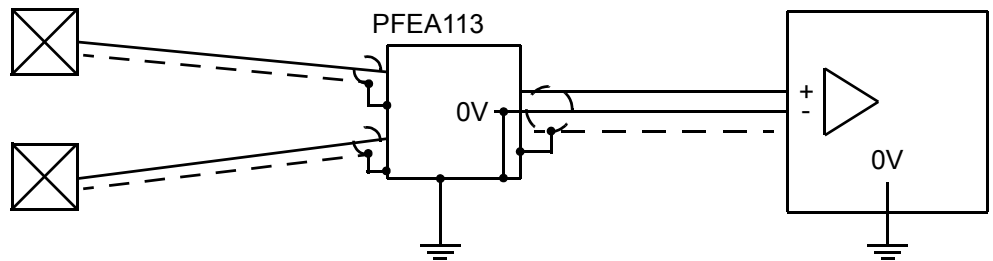
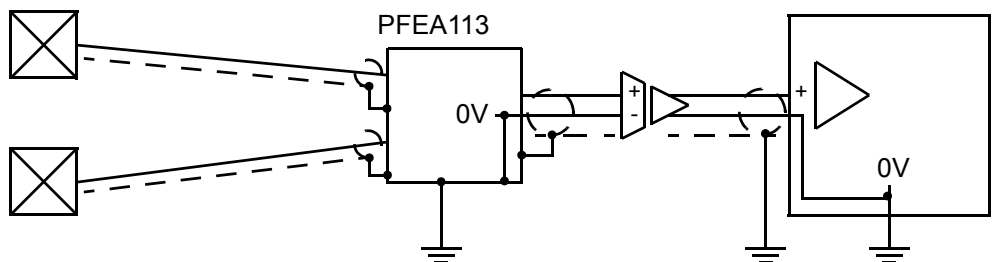

Figura 2-6. Conexión a un sistema superior con una entrada aislada o diferencial
Figura 2-7. Conexión a un sistema superior a través de un amplificador de aislamiento separado
- Dado que la tierra de la señal del sistema de medición está conectada a la masa del chasis de la unidad de control electrónico de tensión, la entrada de un sistema superior conectado al sistema de control no debe conectarse a tierra. Las mejores maneras de conectar el sistema de medición con un sistema superior para lograr un funcionamiento óptimo se indican en Figura 2-6 y Figura 2-7.